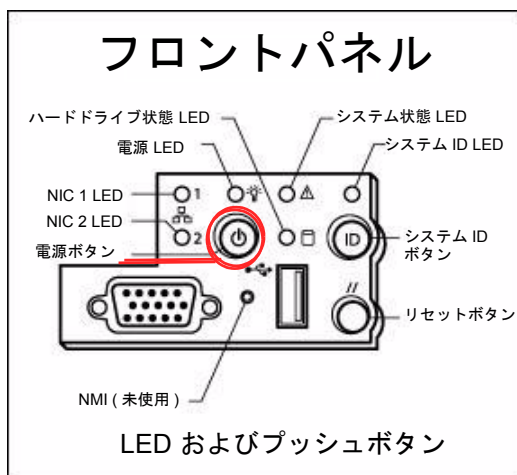

図 3-12 電源ボタンおよびフロントパネルの詳細
7. 正面カバーを開き、フロントパネルの電源ボタン (図 3-12) を押します。